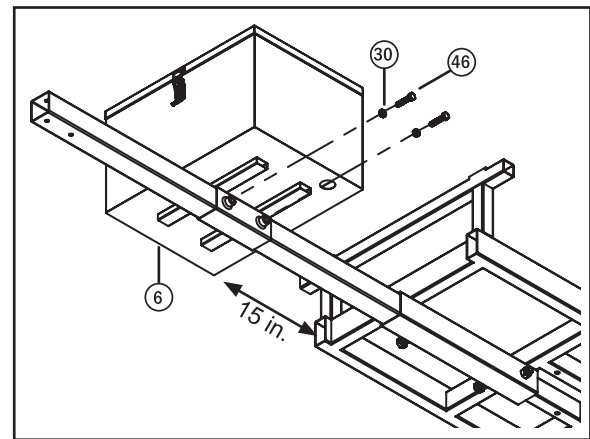

Fig. 6
Étape 10 : Installez le coffre de rangement hydraulique. Installez le coffre de rangement hydraulique (6) sur la barre de remorquage avec l'ouverture du couvercle orientée à l'opposé du châssis principal. La distance entre le châssis et l'extérieur de la boîte doit être d'environ 375 à 380 mm (14-3/4 à 15 po). Placez deux écrous M12 (30) sur deux boulons M12 x 50 (46), puis installez les boulons dans le coffre de rangement hydraulique (6) comme indiqué sur la fig. 6. Utilisez une clé dynamométrique pour serrer à un couple compris entre 68 et 75 Nm (50 et 55 pi-lb).